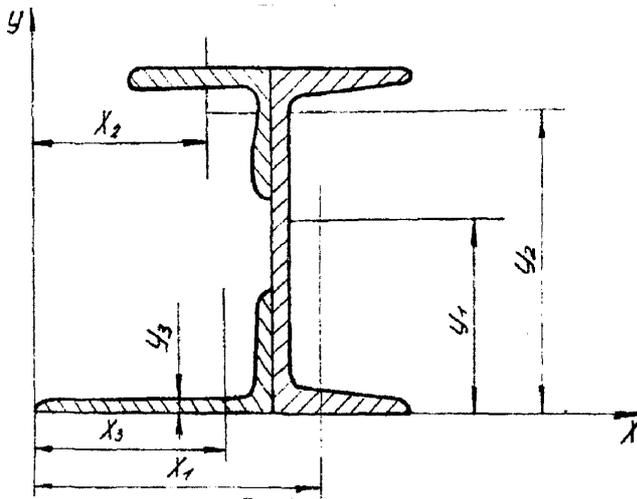

Рис. 3
2. Изображаем фигуру в масштабе и выбираем оси координат (рис. 3)